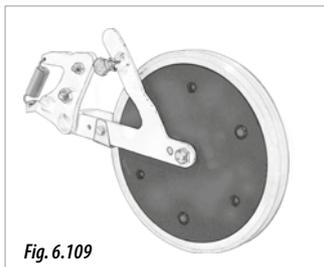

Fig. 6.109
- **INOX** : pour sol peu travaillé ou très boueux (Fig. 6.109).